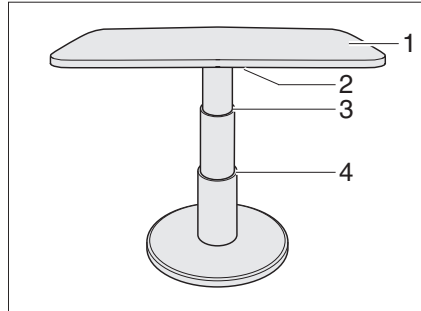

Fig. 58 Table à hauteur réglable de la dinette en U
- Faire basculer le levier de verrouillage (Fig. 58,2) vers la gauche. Le verrouillage est ouvert.
- Appuyer le plateau de table (Fig. 58,1) au milieu vers le bas jusqu'à la butée désirée (Fig. 58,3 ou 4) et le maintenir appuyé.
- Faire basculer le levier de verrouillage (Fig. 58,2) vers la gauche. La table à hauteur réglable est verrouillée.